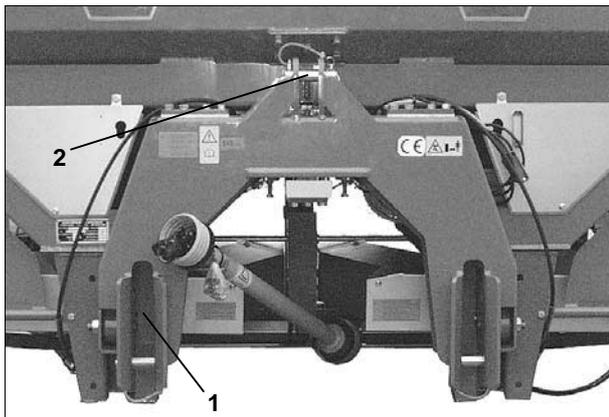

Fig. 7
- Introduisez les bras inférieurs du tracteur sur les tourillons (cat. III) (Fig. 7/1) et goupillez. Introduisez le tourillon dans le perçage supérieur de la chape d'attelage et goupillez pour assurer la sécurité. La chape d'attelage fournie de série offre une deuxième possibilité d'attelage et permet d'atteler la machine 180 mm plus haut (par ex. pour les épandages tardifs).
- Introduisez l'axe (cat. III)(Fig. 7/2) dans le tirant supérieur et goupillez pour assurer la sécurité.